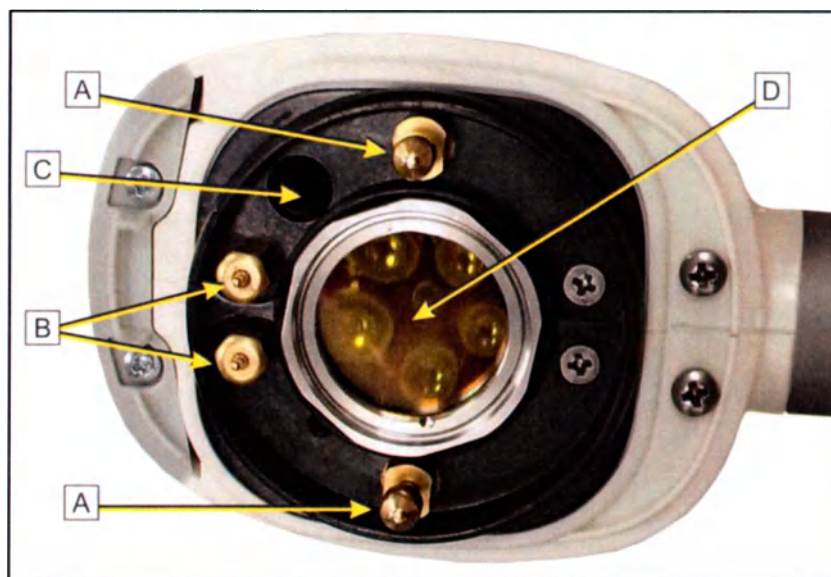

Рис. 39: Внутренние компоненты аппликатора
- Снимите насадку с аппликатора (см. Рис. 39).
- Протрите контакты, излучающие радиочастотную энергию (A), контакты микроципа (B) и отверстие для вакуума (C) чистой мягкой тряпкой.
- Аккуратно почистите отверстие светодиода, создающего инфракрасное излучение (D), мягким раствором для чистки оптических линз, не содержащим спирта. Постарайтесь ничего не поцарапать.